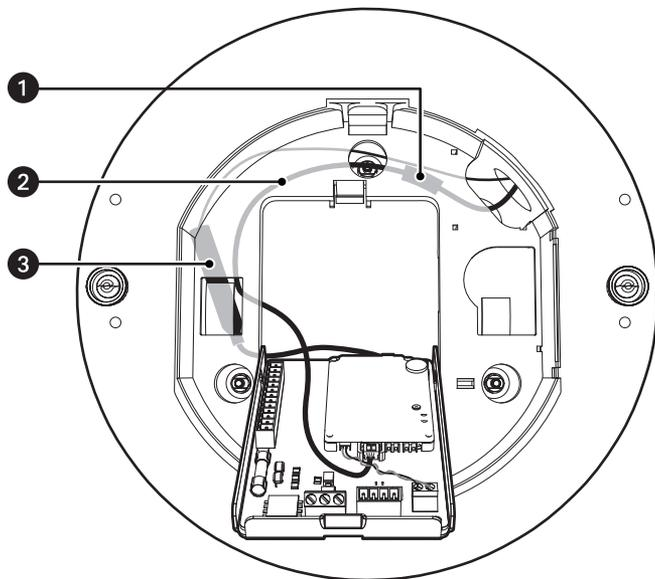

Figura 11. Direcionamento dos cabos na back box
8. Antes de fechar a porta de interconexão, verifique se nenhum dos fios está entre a parte superior do isolador do dissipador de calor e a back box (consulte figura 11 na página 16). Tanto o cabo coaxial de vídeo quanto o cabo Ethernet precisam ser roteados cuidadosamente para garantir que haja espaço livre para o isolador do dissipador de calor.